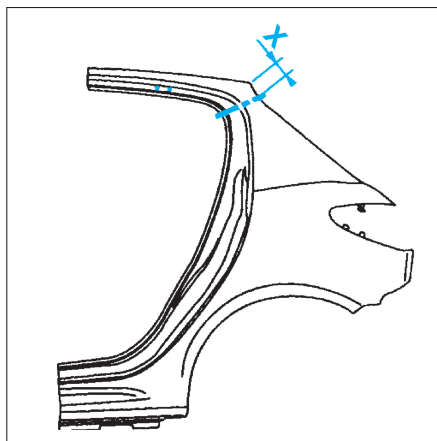

FIG. 119
• Effectuer la coupe (Fig.119) (coupe provisoire).